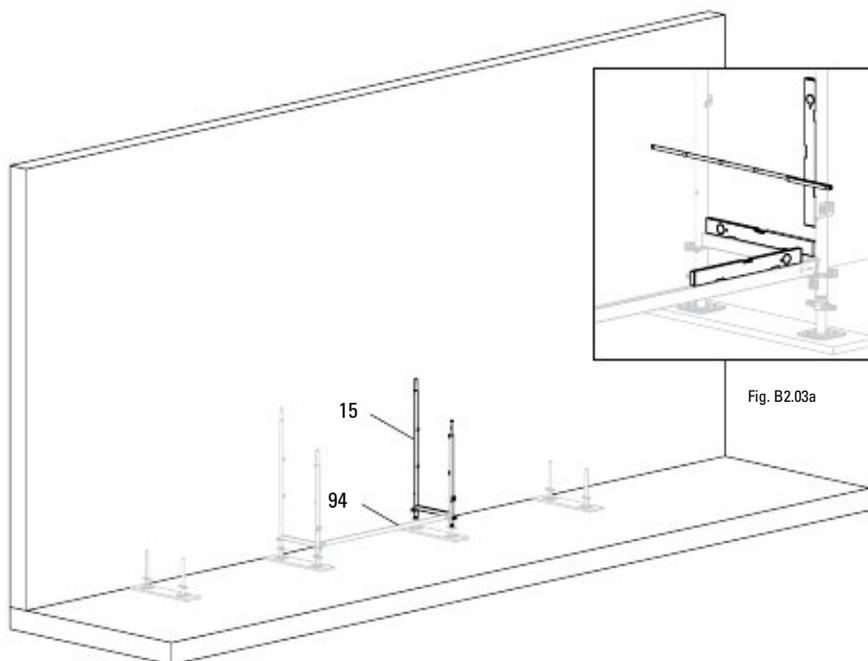

Fig. B2.03
5. Клиновете на гредите UH (94) са здраво закрепени на място с помощта на чука. (Fig. B2.03)